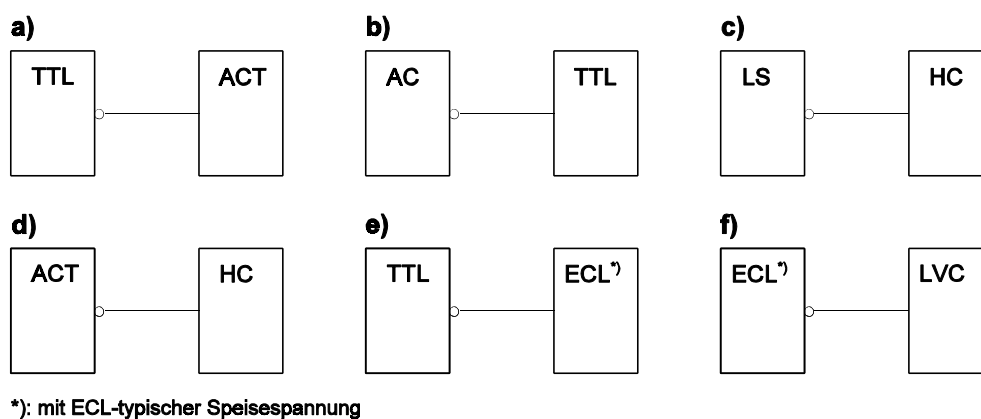

Abb. 6
10. Welche der in Abbildung 6 gezeigten Zusammenschaltungen wird funktionieren und welche nicht? Schlagen Sie ggf. jeweils eine Abhilfe vor (in Stichworten; Bauelementewahl oder Dimensionierung ist nicht gefordert).